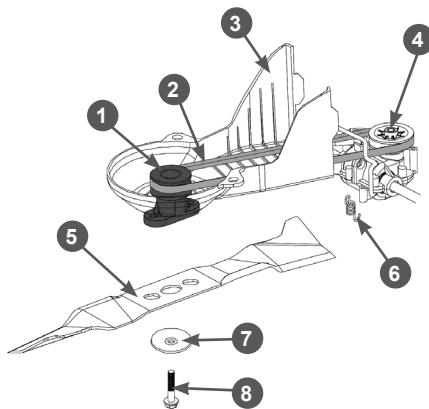

Рис. 26 Обслуживание ремня привода
- Открутите два винта крепления и снимите защитный кожух 3 ремня (Рис. 26).
- Осмотрите ремень 2 привода хода на наличие трещин, разрывов, отслоения корда (Рис. 26). При обнаружении повреждений ремень необходимо заменить.
- Снимите ремень 2 со шкива адаптера в сторону двигателя и снимите адаптер 1 с вала двигателя (Рис. 26).
- Снимите ремень со шкива 4 редуктора (Рис. 26).
- Установите новый ремень на шкив редуктора, затем установите адаптер ножа и установите ремень на шкив адаптера ножа. После этого убедитесь, что пружина 6 на месте и держит ремень в натянутом состоянии (Рис. 26).